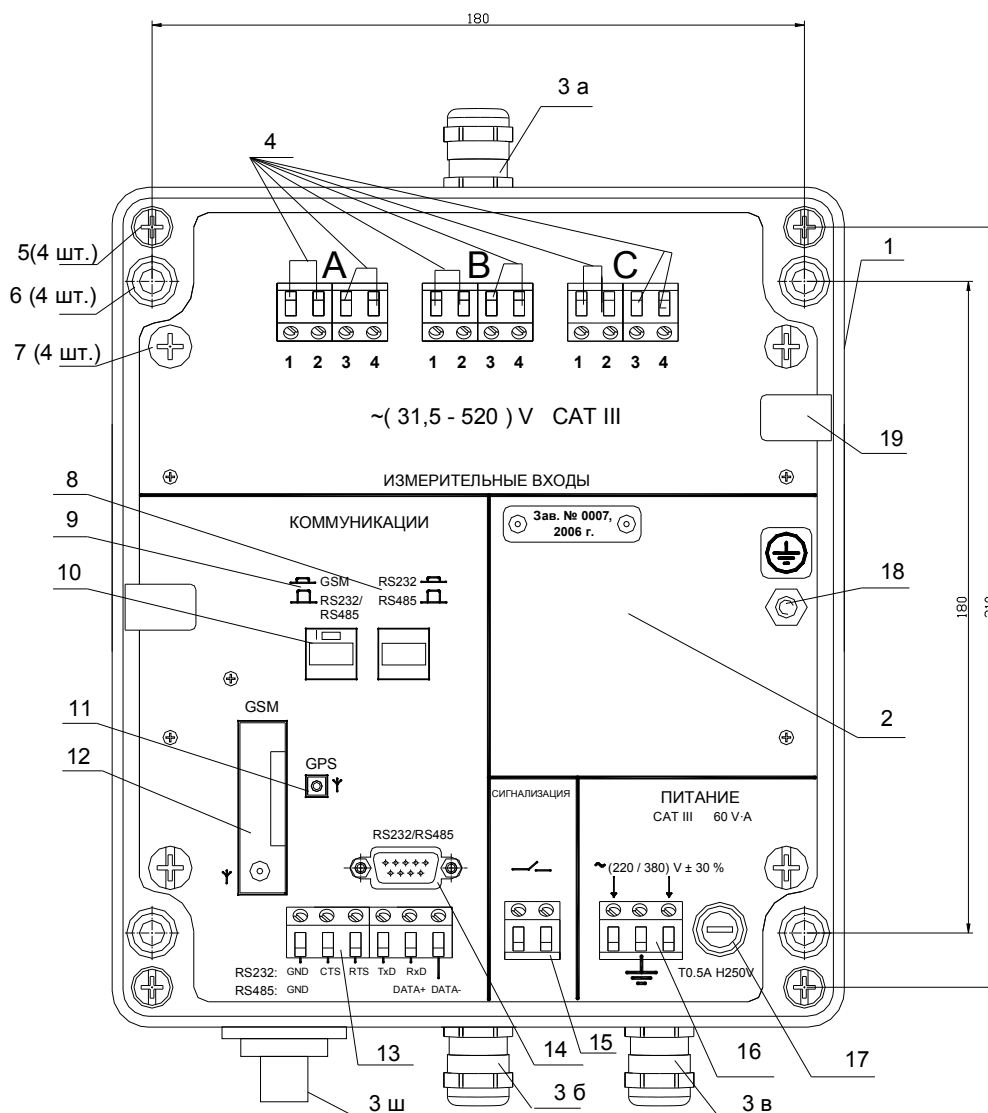

Рисунок 2 Внешний вид основания корпуса регистратора
4.6.1.6 В основании корпуса (1) (рисунок 2), предусмотрены 4 отверстия (6) для крепления регистратора в месте установки при помощи комплекта монтажного, входящего в комплект поставки регистратора, и 4 отверстия (5) для крепления верхней съемной крышки.